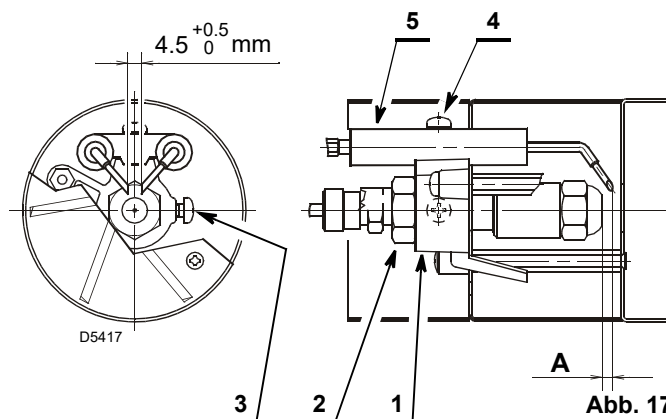

Abb. 17
- Den Stauscheibenhalter 1) (Abb. 17) auf den Düsenstock 2) legen und mit der Schraube 3) fixieren.
- Die Kabel 1) von den Elektroden abziehen, die Schraube 3) (Abb. 17) lockern und die Stauscheibenhalterung 6) aus dem Düsenstock 5) ziehen.